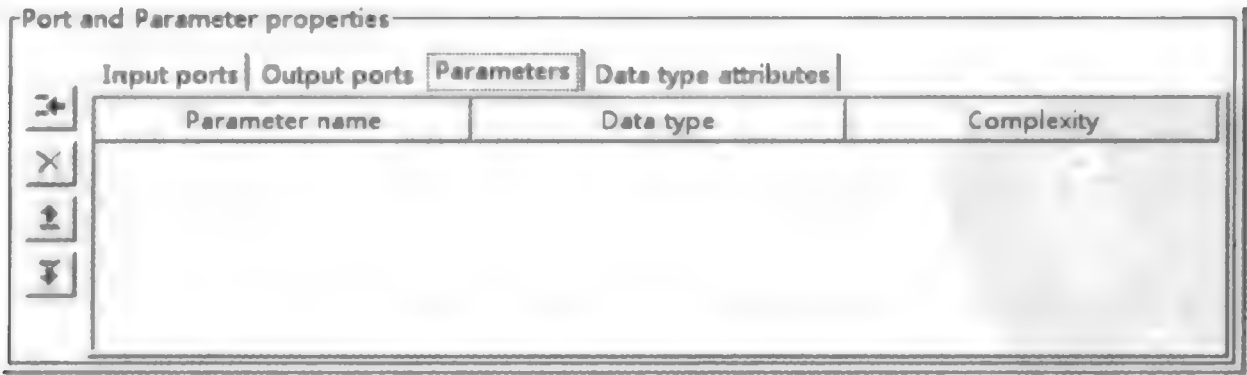

图 4.3.6 参数界面
(2) 参数界面(Parameters)如图 4.3.6 所示。